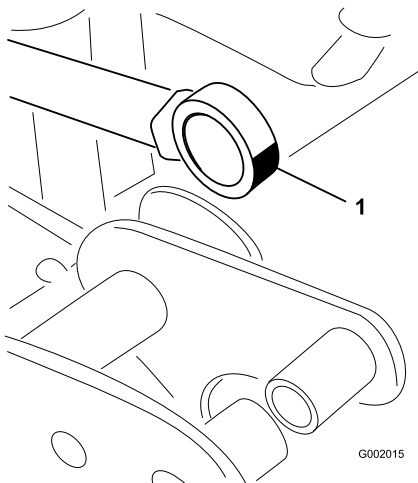

Figure 108
5. Faites pivoter le roulement au bout de la tige de vérin et appliquez de la graisse dans le roulement (Figure 108).